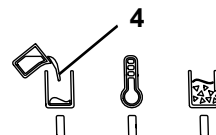

Abb. 12
- ◆ Die Anzeige „Aufheizen / Betriebsbereit“ (5, Abb. 12) ist aus.